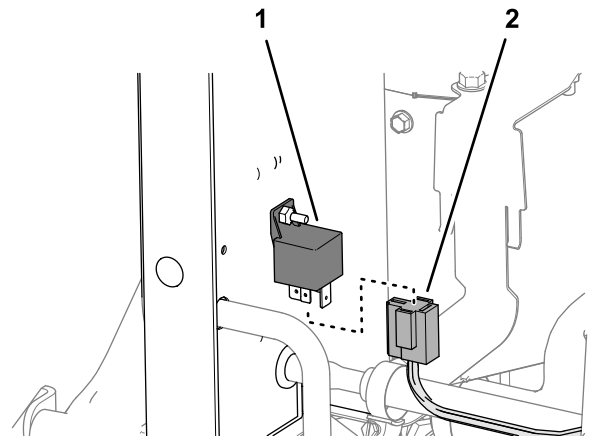

Figura 11
1. Retire el conector de 4 patillas en el arnés de cables de la máquina del relé de las bujías (Figura 11).